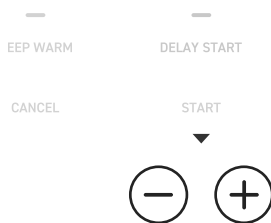

Figura 9.1
3. Premere i pulsanti - o + per regolare il timer di avvio ritardato da 10 minuti (00:10) a 24 ore (24:00). **[Figura 9.1]**